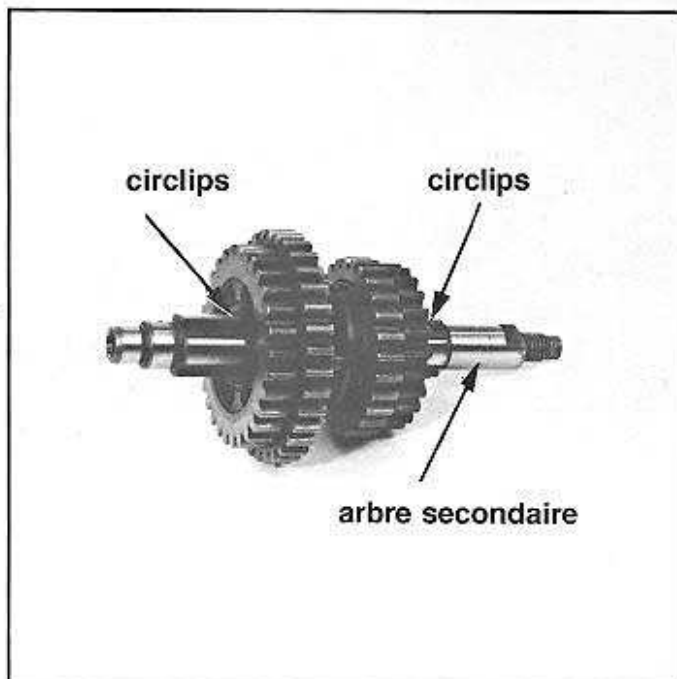

Fig. 46
- Retirer les 2 circlips (fig. 46).